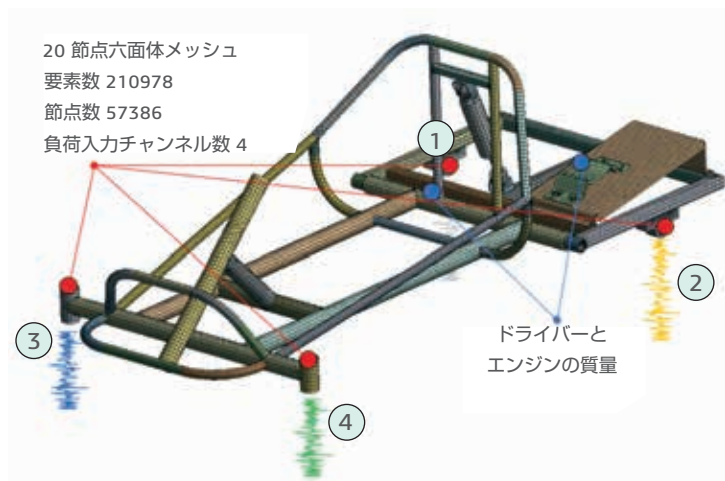

図 1. シャシーを加振する4つの負荷チャンネル
- ・疲労解析における多点入力荷重の考慮 (図 1) : ユーザーは荷重データをマスターポイントに接続された単一入力チャンネルに縮約する必要がありません。